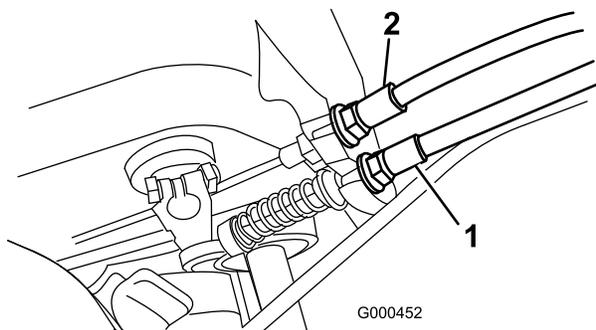

图35
2. 要增加拉线的张力，请拧松前拉线锁紧螺母并拧紧后拉线锁紧螺母(图35)，直至施加接合刹车所需的 5~6.3kg 的力。可在控制杆旋钮测量施加的力。切勿调整过度，或致使刹车带拖磨。